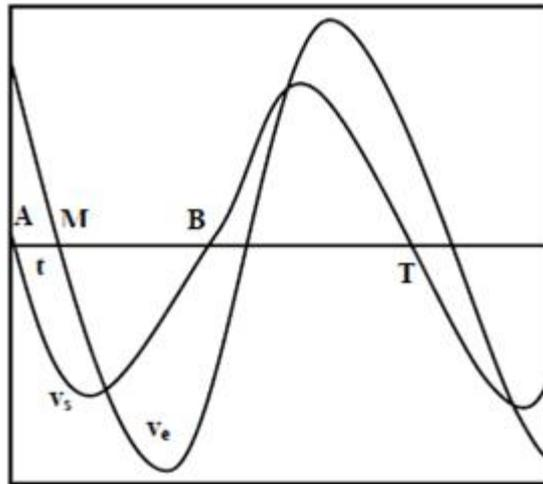

Figure 2
- Câblez le circuit de la figure 2 avec la résistance $R=1k\Omega$ et $C=1\mu F$.
- Décaler la base de temps de sorte que la demie période AB (voir figure 2) de la sinusoïde occupe bien 9 divisions (carreaux) horizontales. Pour cela il faut presser la touche VAR de la base du temps (LED VAR allumée) d'une manière prolongée.